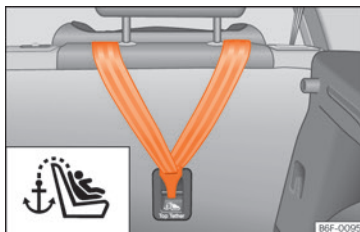

Fig. 25 Bagsiden af bagsædet: holdejer til Top Tether-fastgørelsesremmen
- Træk fastgørelsesremmen igennem, og fastgør den korrekt til forankringen på bagsiden af ryglænet » Fig. 25.